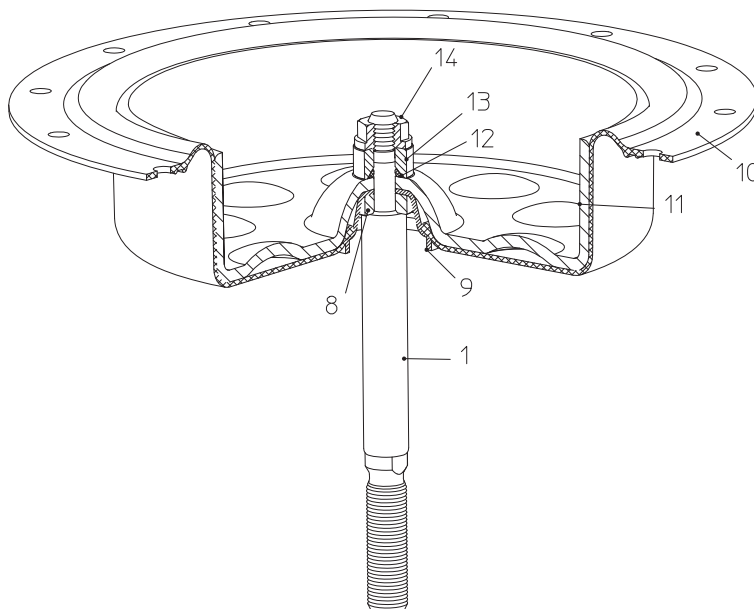
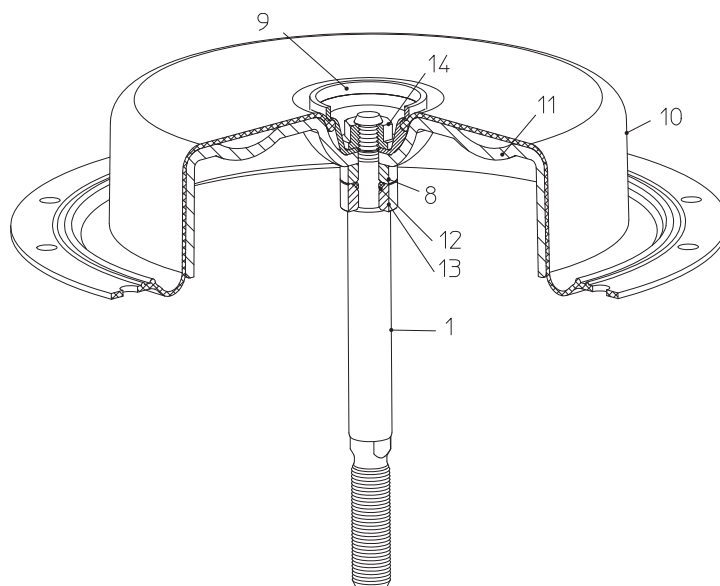
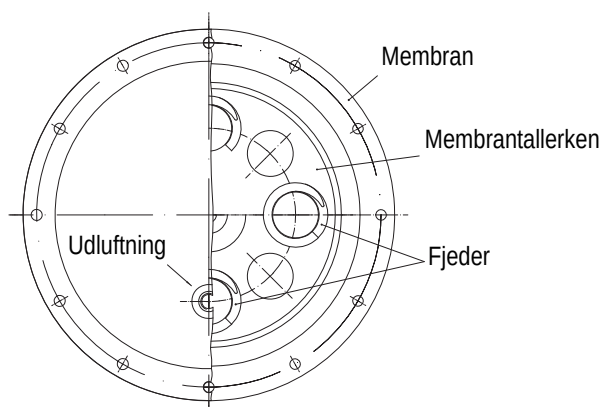

Fig. 21: „Normal lukket“
Fig. 22: „Normal åben“
Fig. 23
- Når modulet indsættes i aktuatoren med funktionen „Normal lukket“, skal en hvælving fra membrantallerknen (11) være i flugt med en boring fra membranen (10) og være præcist over membranbundens lufttilslutning (7) (Fig. 21 og Fig. 23).
- Når modulet indsættes i aktuatoren med funktionen „Normal åben“ skal en hvælving fra membrantallerknen (11) være i flugt med en boring fra membranen (10) og være præcist over membrantoppen lufttilslutning (18) (Fig. 22 og Fig. 23).
- Læg fjedrene (15) ind i membrantallerknens centreringer (11).
- Sørg for, at fjedrene sidder korrekt! (se Fig. 23!)
- Membrantoppen (18) lægges hen over fjedrene (15) og skrues sammen.
- Membrantallerknen (11) lægges sammen med membranen (10) ind i membrantoppen (18).
- Fjedrene (15) lægges ind i membrantallerknens centreringer (11).
- Membranbunden (7) sættes sammen med føringen (3) hen over spindlen (1) og skrues sammen. (Vedr. tilspændingsmomenter: se punkt 8.1)